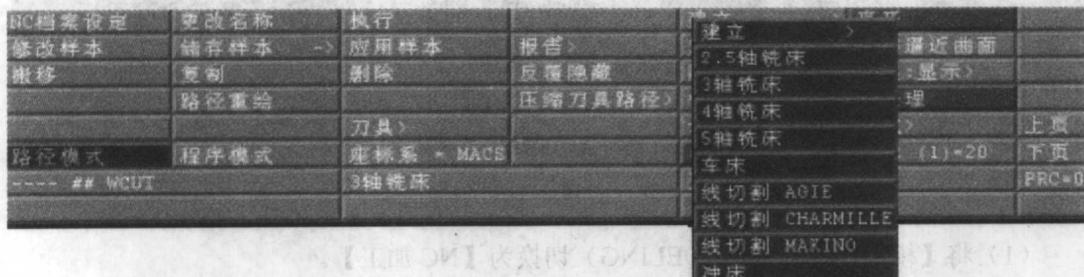

图 1-2
(2) 屏幕左上角的提示区会显示：全部模型吗？单击【是】之后便进入了路径管理(TP.MNGR, Toolpath Manager)的功能。
(3) 选择刀具路径的形式。在此以常用的三轴铣床为例，在路径管理中选择【建立】→【3 轴铣床】，如图 1-2 所示。